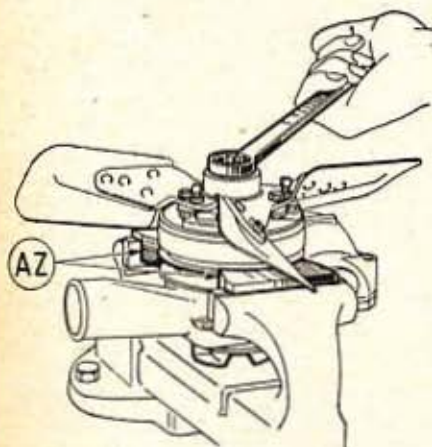

Fig. 22. — Serrage dans l'étau, de la poulie de pompe à eau
- Maintenir la poulie dans un étau avec les mordaches AZ (fig. 22).
• Maintenir la poulie dans un étai avec les mordaches AZ (fig. 22).